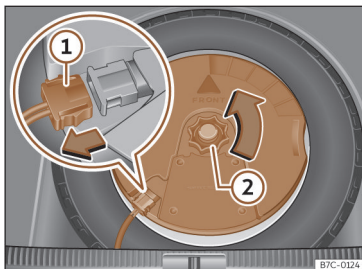

Fig. 239 Na bagageira: desmontar o subwoofer.
- Desligue o cabo do altifalante subwoofer >>> **Fig. 239 ①.**
- Rode a rodinha de fixação no sentido contrário ao dos ponteiros do relógio >>> **Fig. 239 ②.**